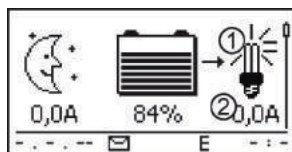

Fig. 15 Contenu de l'écran après la mise en service de la sortie de charge
3. ➞ Connectez la sortie de charge. La lampe ① (Fig. 15) apparaît à l'écran.
4. ➞ Mettez en marche les appareils consommateurs. Le courant des appareils consommateurs ② s'affiche à l'écran à partir de 0,1 A.
5. ➞ Si Fig. 15 ne s'affiche pas, contrôlez l'installation et éliminez le cas échéant l'erreur comme décrit dans le chapitre 15.